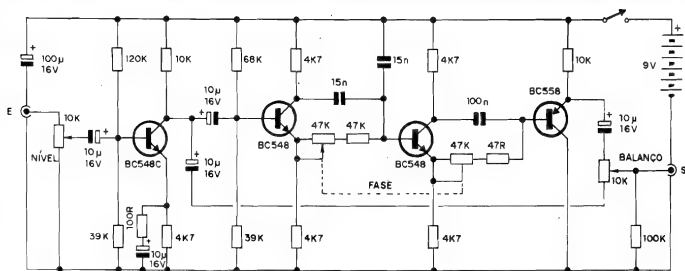

Fig.1
- FIG. 1 - DIAGRAMA ESQUEMÁTICO DO CIRCUITO - Para os Leitores/Hobbyistas, já acostumados a "resolver" bem os circuitos transisto-